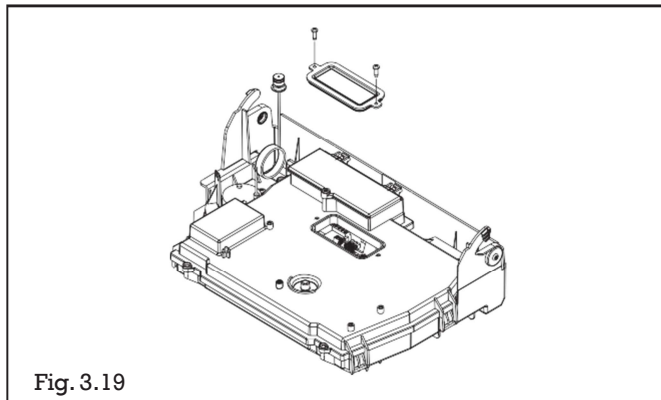

Fig. 3.19
- rimuovere il coperchio ispezione parti elettriche svitando le 2 viti per accedere ai jumper (fig. 3.19).
4 jumper sono forniti con la caldaia (sotto il coperchio della scheda di regolazione fig 3.19).
- agire sul potenziometro **P3** (Fig. 3.19) per regolare la pendenza. Il valore della pendenza appare sul display per 3 secondi (dividere il valore per 10 : il valore 2 sul display corrisponde a un grado di 0,2).